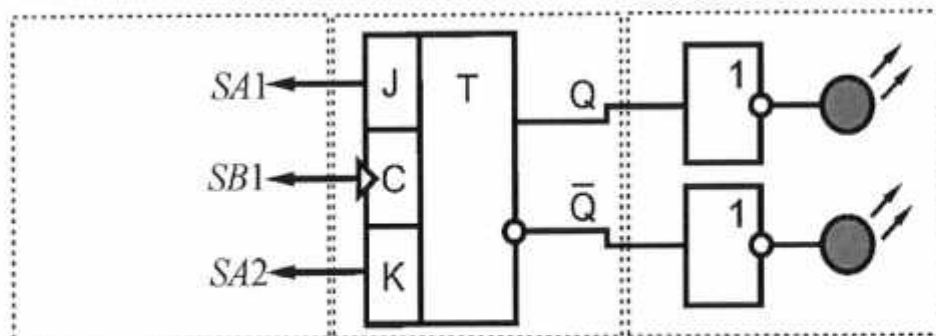

Рис. 5.12. Схема электрическая соединений типового комплекта для изучения работы однотактного JK -триггера
5. Согласно рис. 5.12 выполнить электрические соединения модулей для изучения работы одноканального JK -триггера. **Монтаж схемы производить при отключенных автоматических выключателях и переключателях питания.**
Состояния выходов Q и $\bar{Q}$ триггера контролировать при помощи светодиодов на выходе буферных элементов (рис. 5.12). Задавая различные комбинации логических уровней на входах J , K и подавая тактовые импульсы на вход C заполнить таблицу режимов работы однотактного JK -триггера (табл. 5.10).